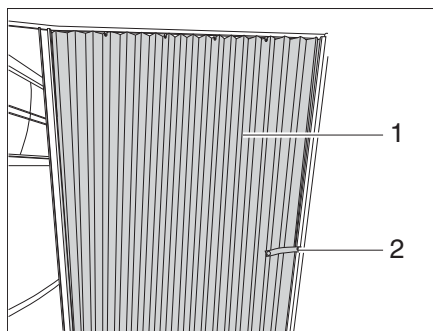

Fig. 81 Cortina plegable
- Soltar la cinta de seguridad (Fig. 81,2).
- Tirar la cortina plegable (Fig. 81,1) a la posición de cierre.
- Dirigir la cortina plegable (Fig. 81,1) a la posición de apertura.
- Fijar la cortina plegable con la cinta de seguridad (Fig. 81,2).